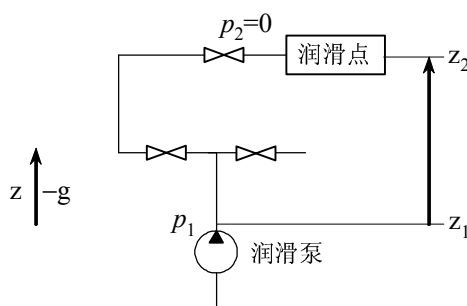

图2 润滑泵供油管路
4. 一润滑泵从地下室向地面设备供油的管路如图 2 所示。已知泵出口至润滑点的高差为 20m；管路总长为 100m，管内径 $d=50\text{mm}$ ；润滑油粘度的最大值为 $50\text{mm}^2/\text{s}$ ，密度为 $890\text{kg}/\text{m}^3$ ；管路元件的总局部阻力系数 $\sum \zeta=32$ ；图中坐标 z 为负铅锤方向，供油流量 $Q=3 \times 10^{-3}\text{m}^3/\text{s}$ ，泵的总效率为 $\eta=0.76$ 。试：